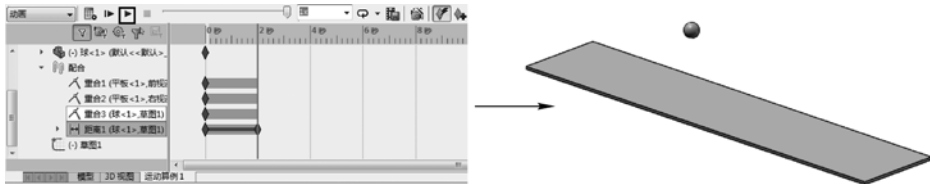

图 5-26 生成的动画和播放效果瞬时图
STEP 4 如图 5-26 左图所示，系统自动生成了补间动画，然后将样条曲线隐藏，单击“播放”按钮，即可查看路径动画效果了，如图 5-26 右图所示（有些像小球的跳动）。